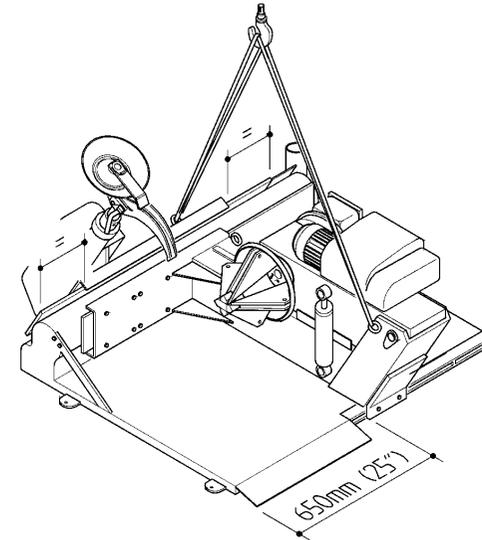

Рис. 11
- B.** Перед подъемом станка убедитесь, что зажимное устройство полностью закрыто, что зажимной рычаг находится в крайнем нижнем положении, патрон зажимного устройства и монтажный рычаг находятся в позиции согласно Рис. 11.
соответствующей длины и прочности (300 см - 10') (Рис.11).